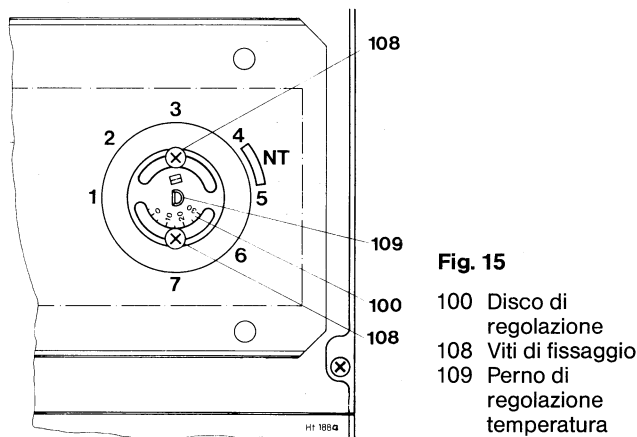

Fig. 15
In caso di impianti con temperature di mandata più elevate, questo limite può essere variato, ved. fig. 15.
Variazioni della regolazione bassa temperatura NT (fig. 15)
Svitare le viti (108) per togliere la manopola del selettore di temperatura (136), fig. 15. Ruotare verso destra il perno (109), serrare le viti e inserire la manopola. Se si deve raggiungere la posizione „7” del selettore, il disco di regolazione (100) deve essere tolto.